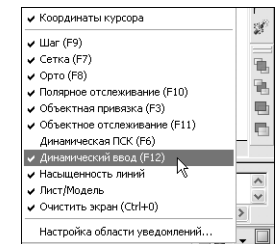

Рис. 1.8 ▼ Меню строки состояния
2. Щелкните на кнопке раскрытия меню строки состояния, которая находится в этой строке правее области уведомлений (рис. 1.8).